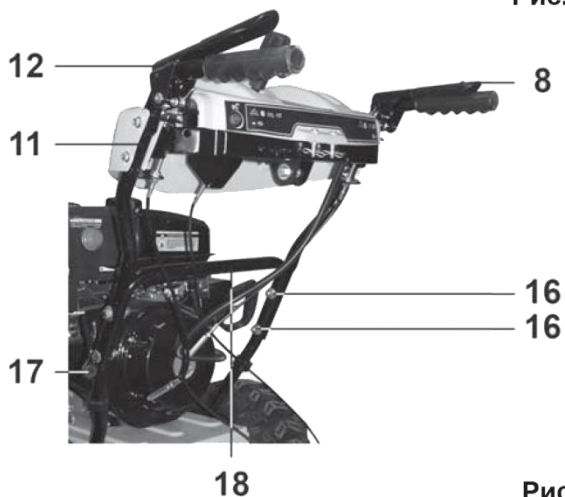

Рис. 6
6.1.2. Установите рукоятку управления (11) на нижнюю рукоятку (18) снегоборщника как показано на Рис.6.